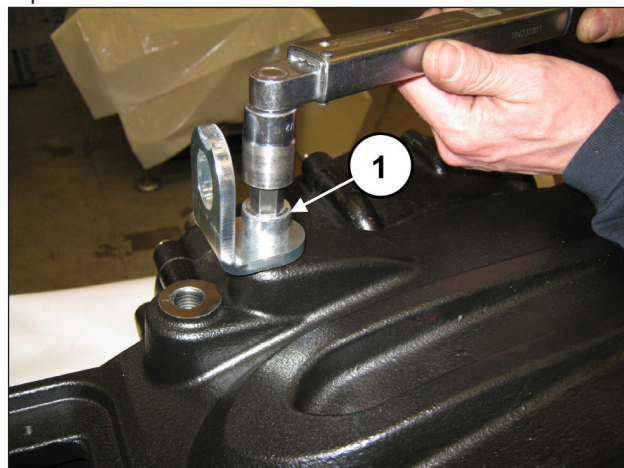

Fig. 93
Inserire la linguetta 14x9x60 nel pignone. Applicare i tappi e le staffe di sollevamento mediante le apposite viti M16x30 (pos. ①, Fig. 93). Tarare le viti con chiave dinamometrica come indicato nel capitolo 3 TARATURE SERRAGGIO VITI.